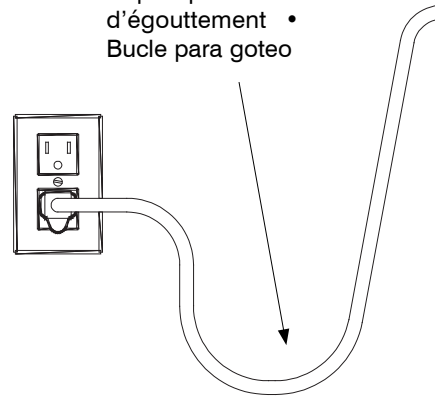

Fig. 3 - Drip Loop • Boucle d'égouttement • Bucle para goteo
5. Create a drip loop in the power cord (Figure 3), then connect the cord to an outlet.
5. Créer une boucle d'égouttement avec le cordon (Figure 3), puis brancher le cordon à une prise de courant.